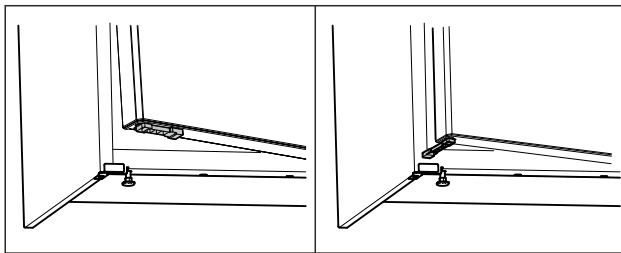

Fig. 54 \*
- ▶ Ruotare il limitatore di apertura della porta di 90°. (vedere Fig. 54) \*